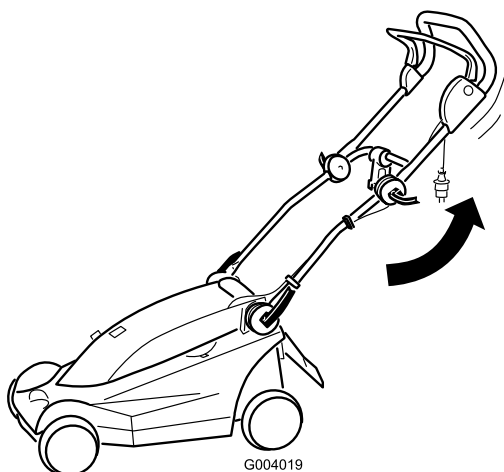

**Figure 6**
**Note:** U kunt de bovenste handgreep in een van de drie standen zetten. Zet het merkteken op een lijn met een van de drie merktekens op de binnenkant van de vergrendeling van de bovenste handgreep (Figure 6).